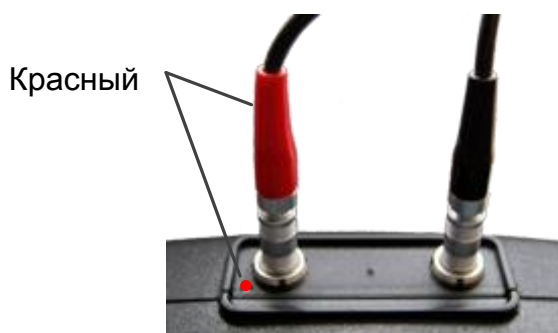

Рисунок 3
– Раздельно-совмещенные (PC) преобразователи (тип D) подключаются с помощью двойного кабеля LEMO-LEMO. Разъем, обозначенный красной точкой, служит для подключения передающего пьезоэлемента, немаркированный – приемного пьезоэлемента (рисунок 3).